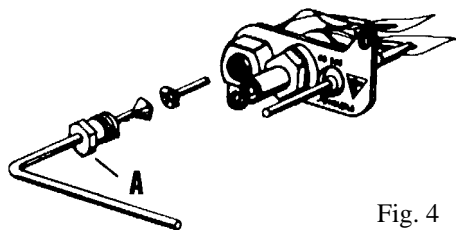

Fig. 4
De spanmoer (A) van de waakvlamleiding losdraaien en de leiding uit de waakvlambrander trekken (fig. 4). Het gemonteerde spuitstuk nazien en indien nodig vervangen door een nieuw. Controleer het codenummer (zie technische gegevens). Vervolgens de waakvlamleiding weer monteren.
Dévissez l'écrou (A) autour de la conduite de la veilleuse et retirez la conduite (fig. 4).